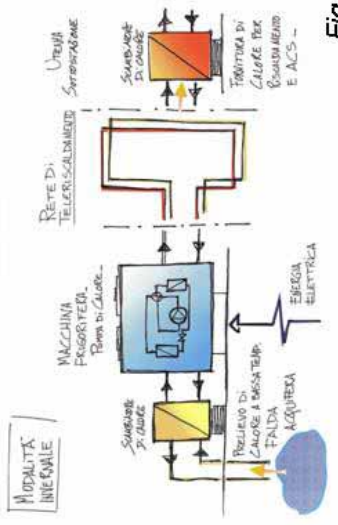

Fig.2
- Impianti geotermici con pompe di calore (sfruttamento acqua di falda-di fiume) [Fig.2]